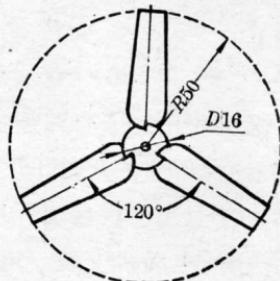

图 4
iii. 把三片叶片，互相叉开 120° 角，插在圆片上，用锡焊牢(图 4)；
(2) 在 100×100 (毫米)² 铁皮上，用铅笔或针尖，如图 4 画出叶片与圆心片连在一起的扇叶，依样剪下。在中心钻孔后，再如前法，把叶片扭成与转动平面成 30° 角，然后在电动机轴上包一块橡皮碎片，把叶片紧套在轴上。